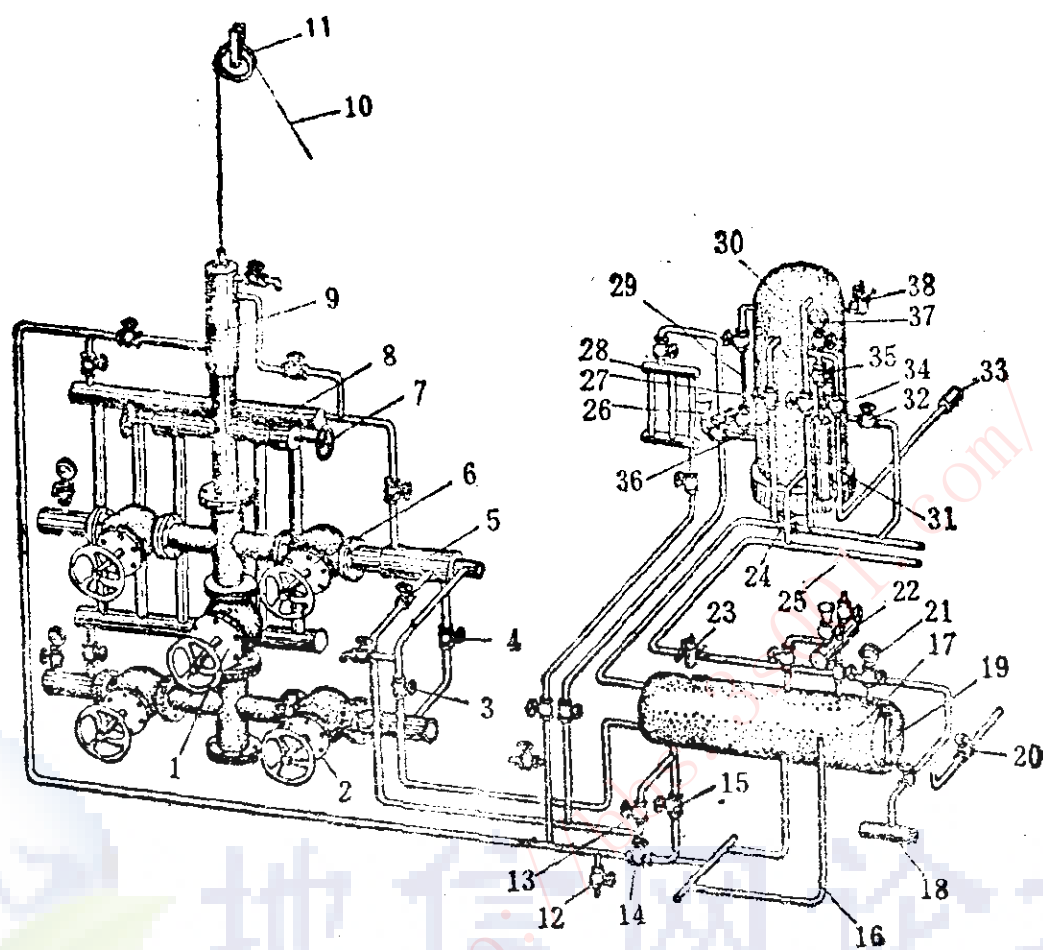

图 3-1-2 荣丰井口流程
(1) 老式井口流程：即大采油树、大分离器和大水套炉。在井口附近进行加热保温和油气计量的流程，图3-1-2所示为荣丰(小罗马)井口流程。